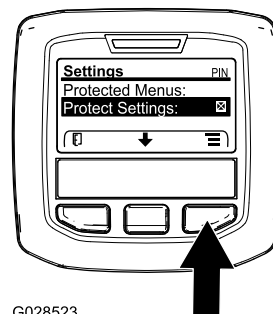

Рисунок 30
1. Перейдите в защищенное меню и разблокируйте подменю защищенных настроек (Рисунок 30); см. раздел Доступ к защищенным меню \(страница 20\).